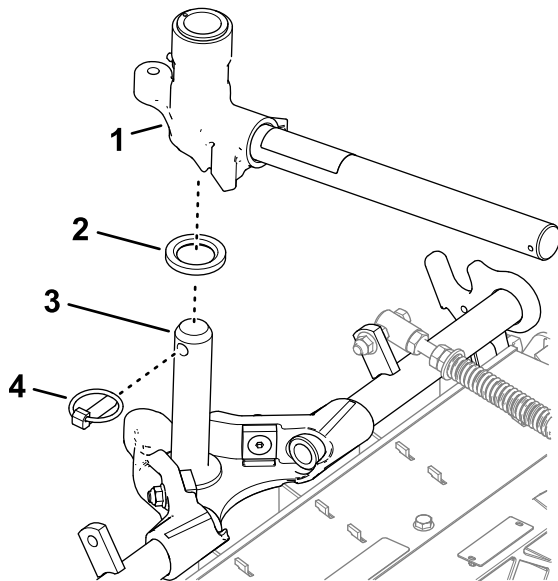

Рисунок 29
2. Наденьте поворотную втулку на ось несущей рамы (Рисунок 29).